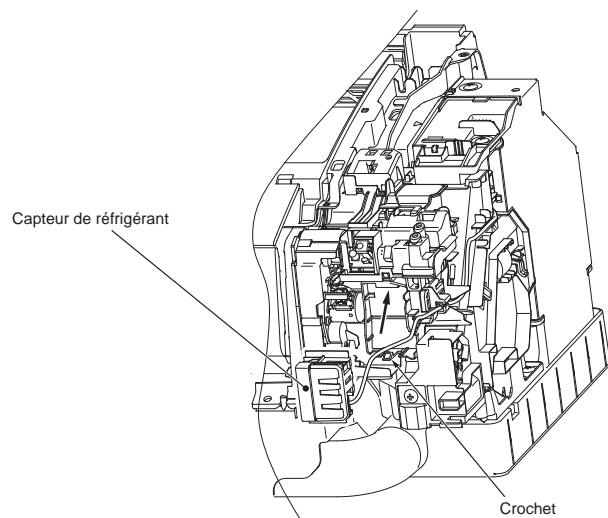

Fig. 2
Pose (Fig. 2)
- 2) Insérez le capteur de réfrigérant dans le sens de la flèche et fixez-le au crochet. (Fig. 2)